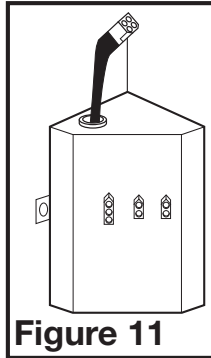

Figure 11
- 3a. **MODÈLES STANDARDS :** branchez les câbles à 2 broches du ventilateur et les câbles à 3 broches de connexion rapide du moteur dans la prise correspondante située sur le couvercle du compartiment de fil. Ces câbles ne s'adaptent que dans un sens dans les réceptacles (Figure 11).